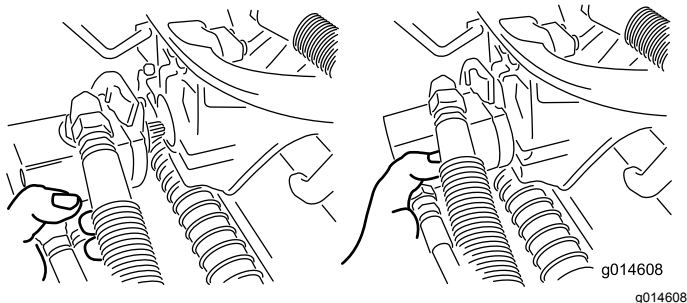

Figura 46
3. Spostate il motore in posizione di stoccaggio davanti al braccio di sospensione (Figura 46).